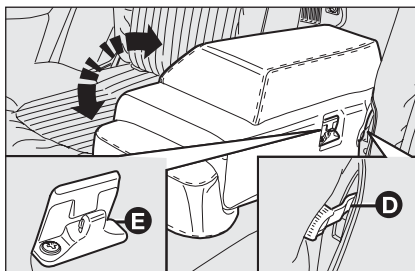

fig. 44
- agire sulla leva **D-fig. 44** (una per lato)
Per riposizionare il mobiletto centrale in posizione verticale, agire nuovamente sulla leva **D-fig. 44** (una per lato) e riallinearlo agli schienali posteriori laterali fino ad avvertire l'aggancio di sicurezza dell'apposito gancio di fissaggio **E**.